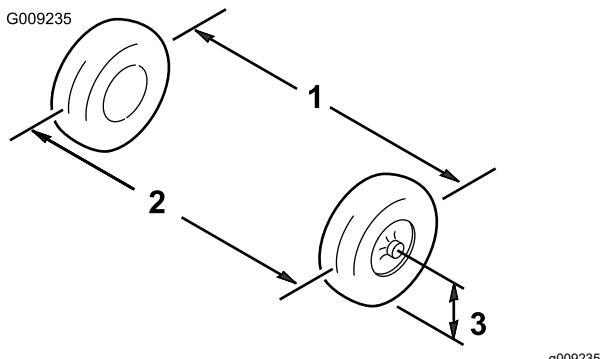

図 47
3. 前輪の前と後ろで、左右のタイヤの中央線距離を測る計測はアクスルの高さで行う(図 47)。